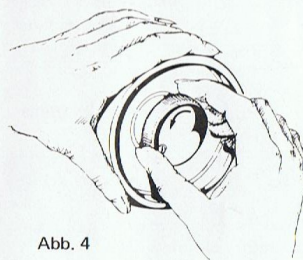

Abb. 4
5. Aufspulen des Unterfadens (Abb. 4 + 5)
a) Abb. 4 – Handrad (8) mit der linken Hand festhalten und Handrad-auslöseschraube (9) mit der rechten Hand in Pfeilrichtung drehen, bis sich das Handrad frei bewegen läßt.